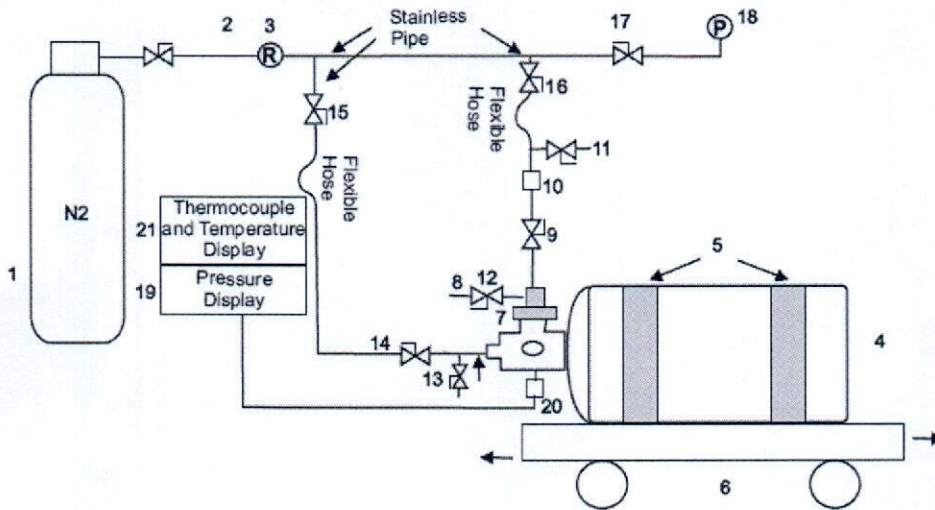

Figura 2. Esquema para el llenado de fluido de agente con N2 por presión
Tabla 3. Lista de piezas para la Figura 2
Presurice y equilibre los cilindros y el conjunto de válvulas como se indica en la Figura 2
3. Retire la tapa protectora del puerto de accionamiento del piloto y monte el adaptador de asiento (elemento 12) con la manguera flexible en el puerto de accionamiento de la válvula del cilindro. Conecte el conector de desconexión rápida (elemento 10) al adaptador de la válvula (elemento 7) y a las válvulas (elementos 8 y 9). Conecte el transductor de presión calibrado (elemento 20) al puerto Schrader de la válvula del cilindro. Esto permite que la pantalla de presión del instrumento monitoree la presión en el cilindro. Una vez realizadas todas las conexiones, el conjunto completo debería ser similar a la Figura 2.